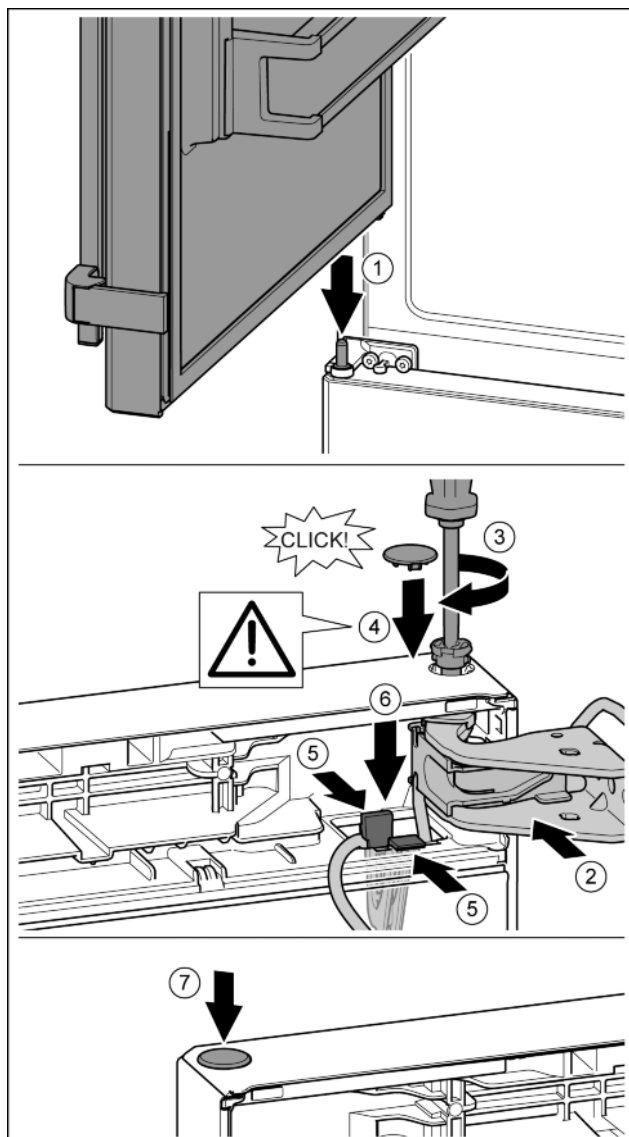

Fig. 33
- Установка верхней двери на средний опорный палец Fig. 33 (1)
- Дверь вверху выровнять по отверстию в опорном кронштейне. Fig. 33 (2)
- Вставить палец и затянуть отверткой T15. Fig. 33 (3)
- Установить предохранительную крышку для защиты двери: вставить предохранительную крышку и проверить, прилегает ли она к двери. В ином случае вставить палец полностью. Fig. 33 (4)
- Вставить держатель кабеля с закрепленным на нем кабелем в отверстие. При этом более длинное отверстие соединительной накладки должно быть направлено вперед. Fig. 33 (5)
- Прижать держатель вниз так, чтобы соединительная накладка защелкнулась. Fig. 33 (6)
- Вставить заглушку. Fig. 33 (7)